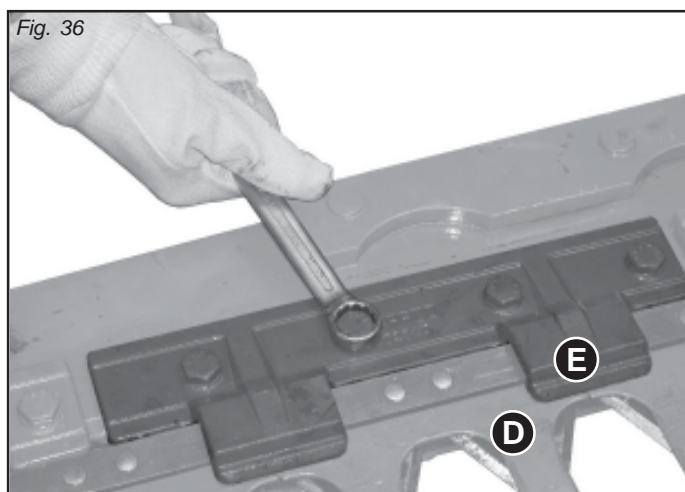

Fig. 36
Bei jedem Saisonbeginn ist sicherzustellen, dass die Zahnträgerstange (D, Abb. 36) und die Messerführung (E) korrekt angekuppelt sind. Nach einem längeren Betrieb kann ein Materialverschleiß der Messerführung auftreten, der zu einer größerer Kupplungsspiel mit dem Zahnmesser führt.
- Die Messerführung abschrauben (Abb. 36);